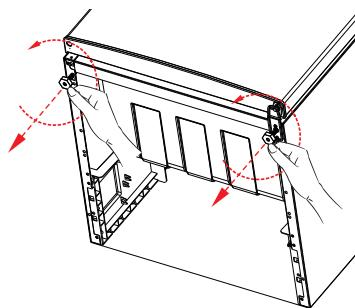

Abb. 1
- Schrauben Sie die Gerätetüpfel durch Drehen gegen den Uhrzeigersinn heraus (Abb. 1).